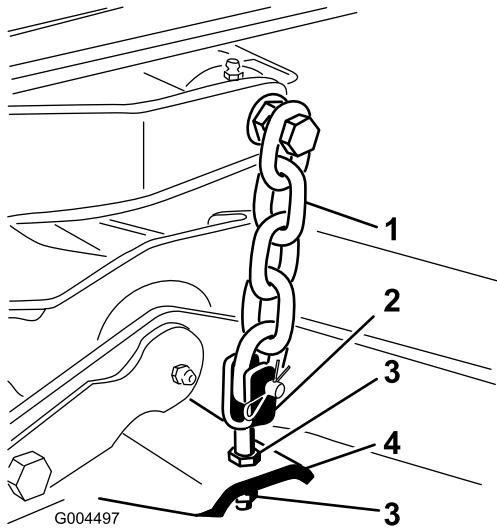

Figure 77
- Ajustez les écrous de blocage qui fixent les chapes/chaînes au tablier de coupe pour éléver l'arrière du tablier de coupe de sorte à obtenir une inclinaison de la lame de 8 mm (5/16 po) (Figure 77).